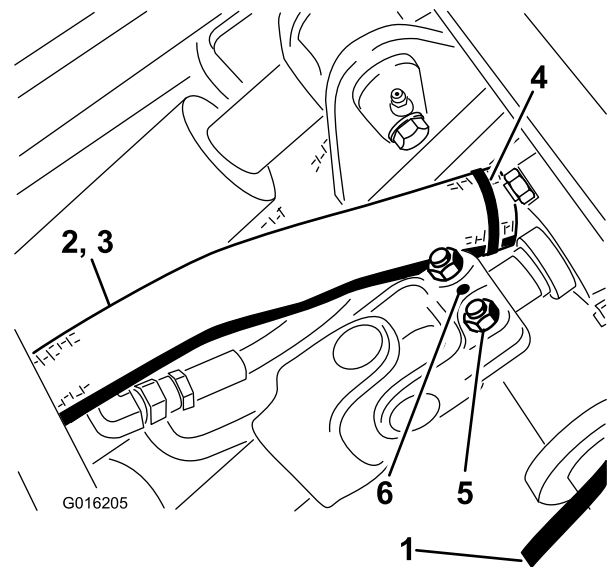

Figura 112
22. Conecte el árbol de transmisión al eje de la caja de engranajes del bastidor de invierno, y apriete los pernos (5/16 pulgada) a 20–25 N-m (175-225 pulgadas-libra). Instale el pasador cilíndrico (Figura 112).